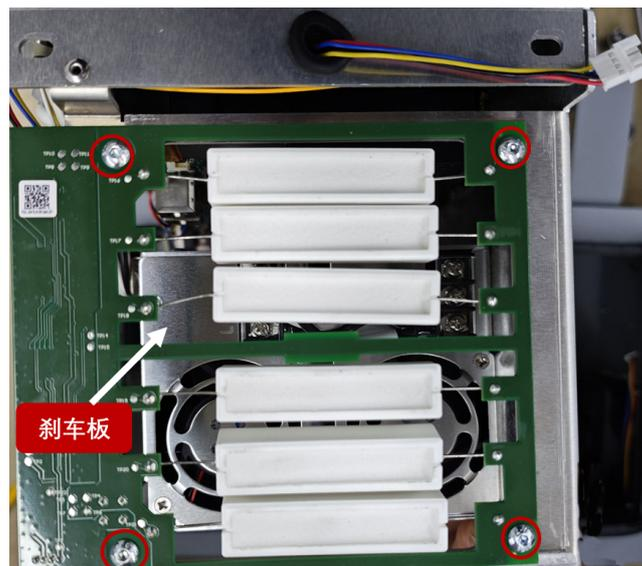

图 3-31: 取下刹车板
3. 松掉 4 颗内六角圆柱螺钉，取下需要替换的刹车板，如图 3-31 所示；